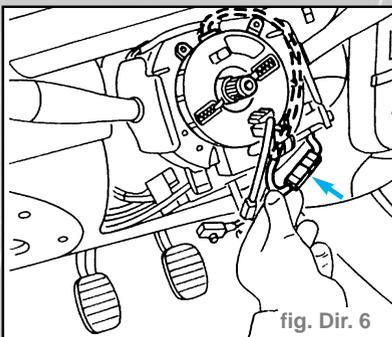

fig. Dir. 6
- Débrancher la connexion qui relie le câble à spirale au câble airbag (de couleur jaune) (fig. Dir. 6).